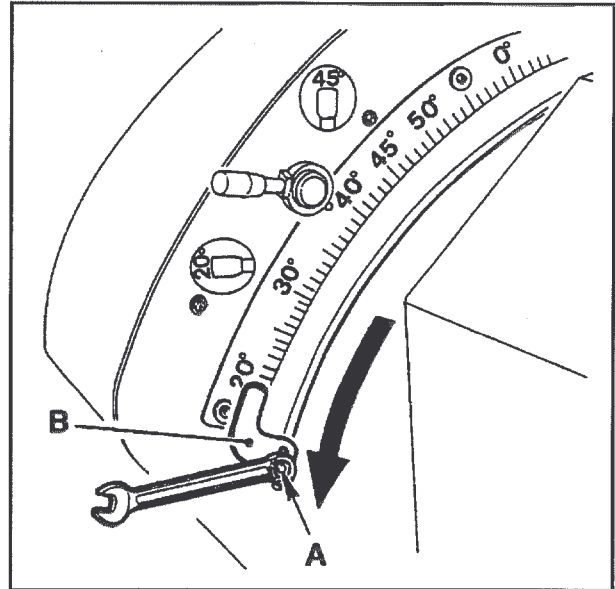

Fig. 05-06
- Fare scorrere lungo l'asola la sopracitata battuta "B" portandola a fondo corsa, portare l'indice della battuta in corrispondenza dei 20° ed effettuarne il bloccaggio avvitando la vite "A" (Fig. 05-06).